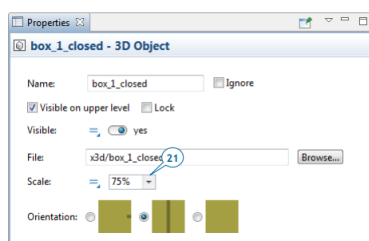

Рисунок 12.14 – Масштаб коробки до 75 %
21. Оскільки ця коробка здається занадто великою порівняно з піддоном, змінимо масштаб коробки на 75 % (рис. 12.14).